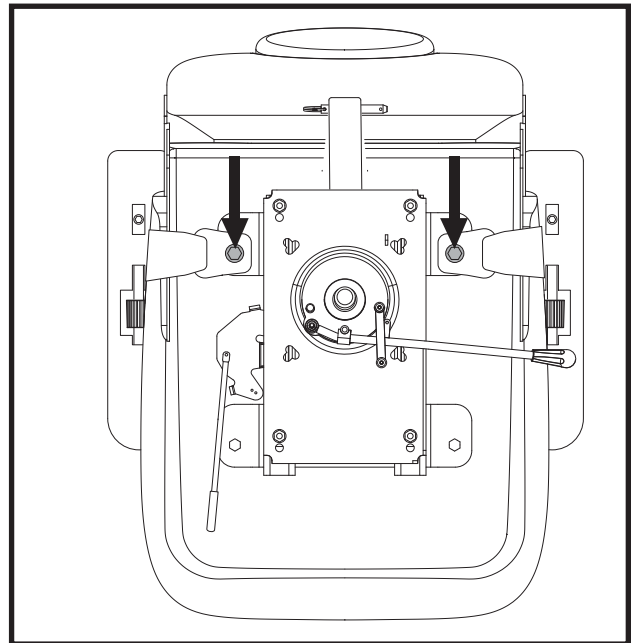

Figure 21. Boulons du ceinture de positionnement
2. Placez le siège à l'envers pour faire face à sa base. **Voir la figure 21.**